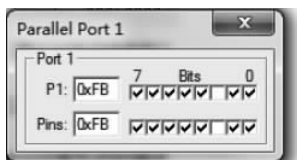

图 3-14 P1 口仿真窗口
(3) 选择 Peripherals→I/O-Ports→Port 1 命令,打开 Parallel Port 1 仿真窗口,如图 3-14 所示。